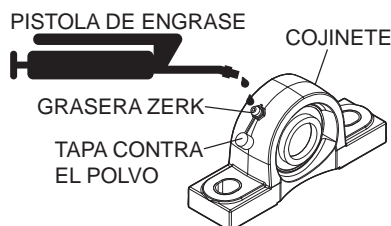

Figura 14. Lubricación de cojinetes
1. Quite las tapas contra el polvo ubicadas en la parte de arriba de los nuevos cojinetes del eje transversal (Figura 14).